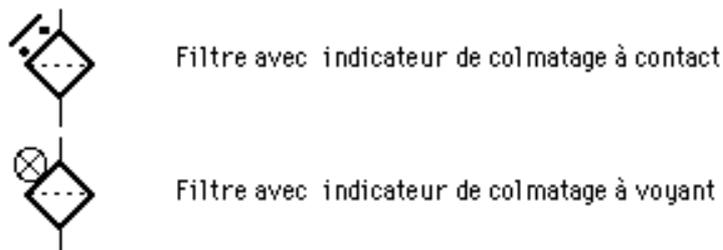
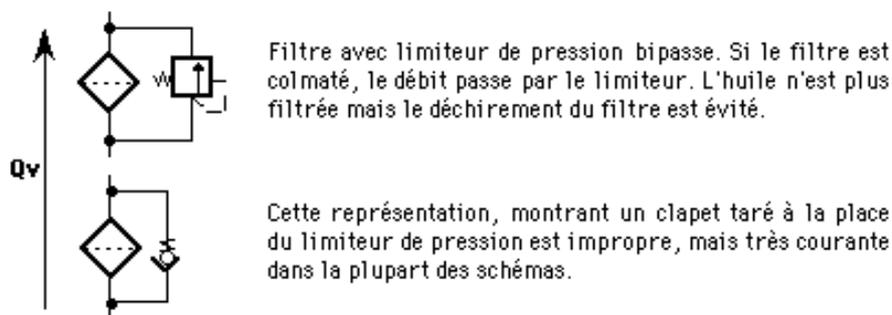

Fig 1
Fig 2
Le problème consiste à calculer V_0 : C'est le volume d'un accumulateur qui gonflé à la pression P_0 (fig. 1), est chargé à la pression P_2 (le volume d'azote étant alors égale à V_2 - fig. 3), pourra restituer une quantité d'huile ΔV , en assurant en fin de décharge une pression égale ou supérieure à P_1 alors que le volume d'azote est égal à V_1 (fig. 2).
- Les indicateurs de colmatage, fig1: ils donnent une information lorsque la perte de charge provoquée par le colmatage devient inacceptable. Cette information peut être un voyant, un contact géré par la partie commande...
- Les limiteurs de pression bipasses, fig2 : dès que la perte de charge provoquée par le colmatage devient inacceptable, le débit d'huile passe à côté du filtre. Ce dispositif protège également le filtre lors des démarrages à froid, lorsque la viscosité de l'huile est trop importante.